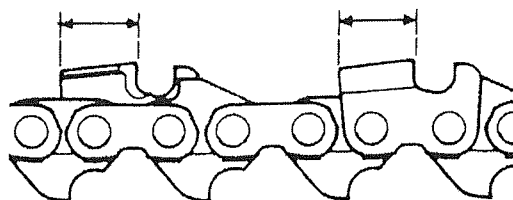

Fig.4-6
- 5) Keep all cutters the same length. (Fig. 4-6)
- 5) Conserver à tous les maillons-gouge la même longueur. (Fig. 4-6)
- 5) Tenere tutte le lame della stessa lunghezza. (Fig. 4-6)
- 5) Darauf achten, dass alle Schneidzähne dieselbe Länge haben. (Fig. 4-6)
- 5) Mantener la misma longitud en todas las cuchillas. (Fig. 4-6)
- 5) Håll samma längd för samtliga skärtänder. (Fig. 4-6)